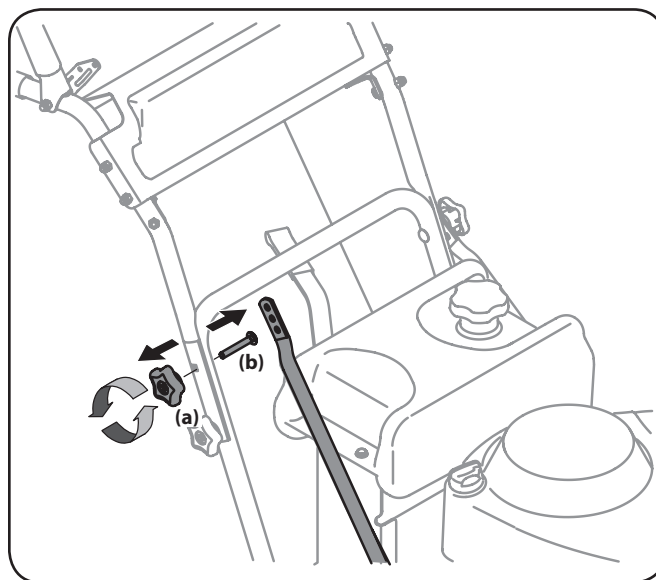

Figure 6-7
1. Retirez le bouton étoile (a) et le boulon de carrosserie (b) des deux côtés de la poignée. Voir Figure 6-7.